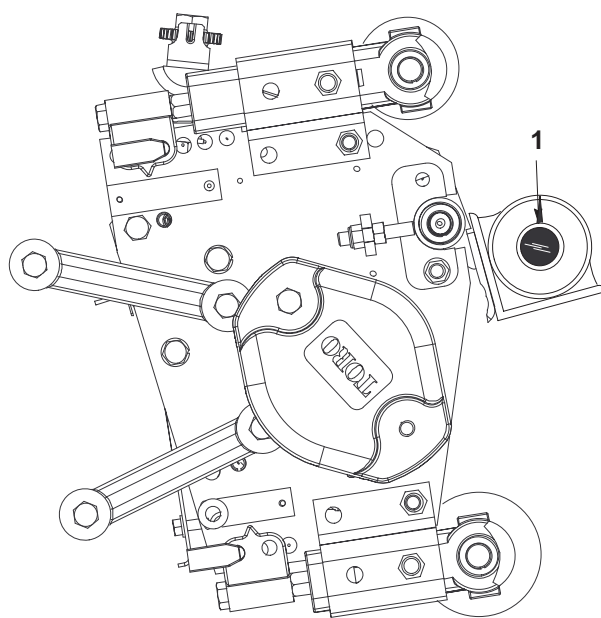

図 13
1. ベッドナイフに傾斜計（P/N 99-3503）を当て、ベッドナイフの角度を測る（図13）。